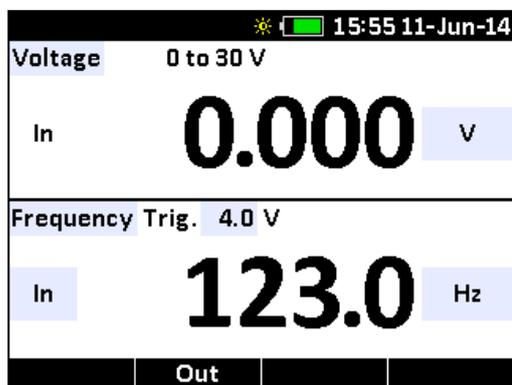

Figure 1
5. Connectez les cordons de mesure, comme sur la figure 1.